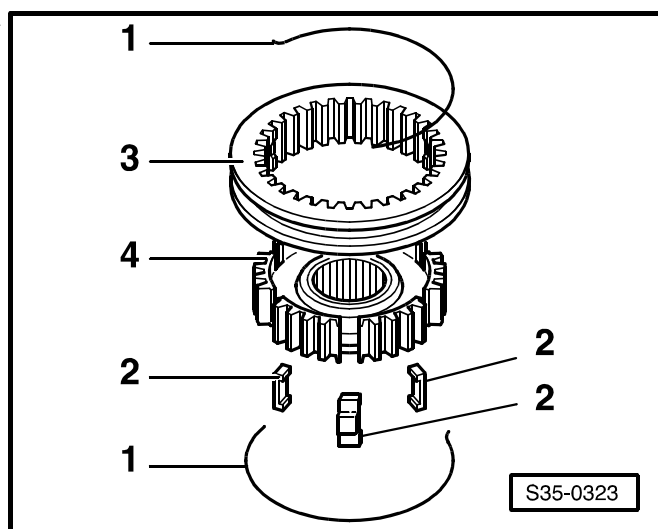

Рис. 13: Сборка скользящей муфты и каретки синхронизатора 5-ой и 6-ой передач
- положение для сборки ⇒ Рис. 13 в **35-3** страница 7